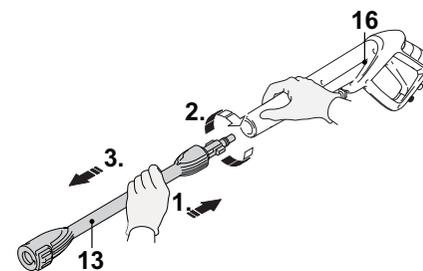

Fig. 7
- Montez l'accessoire en le tournant dans le sens des aiguilles d'une montre pour l'enclencher (Fig. 7). Vérifiez que l'accessoire est bien accroché en tirant dessus. Il ne doit pas pouvoir se détacher.